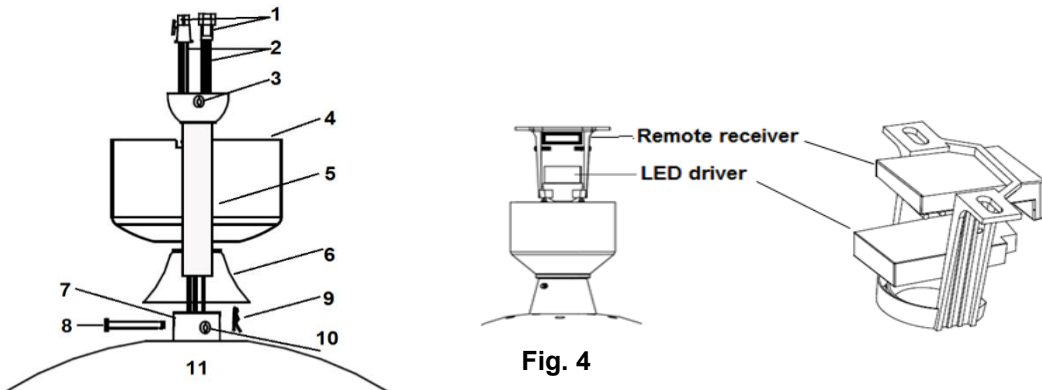

Fig. 4
2. Levante con cuidado el ventilador y coloque el conjunto de bola de la varilla ubicada en el espacio asignado en el soporte de montaje y trabe la bola en su lugar. Inserte el controlador del LED en la parte inferior del soporte de montaje y luego inserte el receptor remoto en la parte superior del soporte de montaje. **Fig. 4**